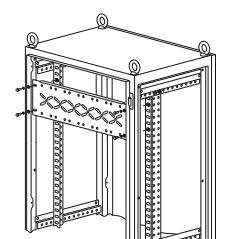

Рисунок 7
4.6.1 Закрепите уголки вертикальные в соответствии с 4.3, установите гайки кузовные M6 в передние прямоугольные отверстия уголков вертикальных в количестве и в местах, соответствующих расположению панели ПН (рисунок 7).
4.6.2 Приложите панель ПН к уголкам вертикальным и закрепите болтами M6×16 с шайбой и шайбой пружинной (рисунок 7). Момент затяжки 5 Н·м.